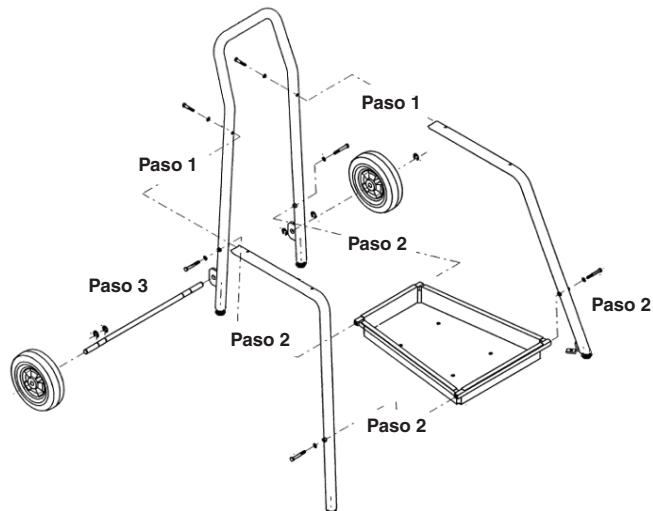

Figura 4 – Montaje del soporte
3. Introduzca el eje en las lengüetas que sobresalen del conjunto de mango y soporte trasero. Fíjelo con cuatro anillos de retención. Vea la Figura 4.